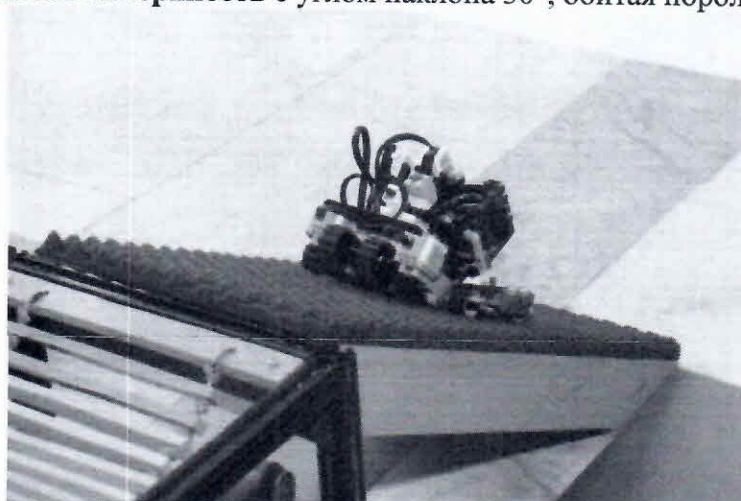

Рисунок 10 - «Наклонная 30°»
1.5.10. **Лестничный марш** – высота ступени 75 мм, ширина ступени 90 мм (рисунок 10).